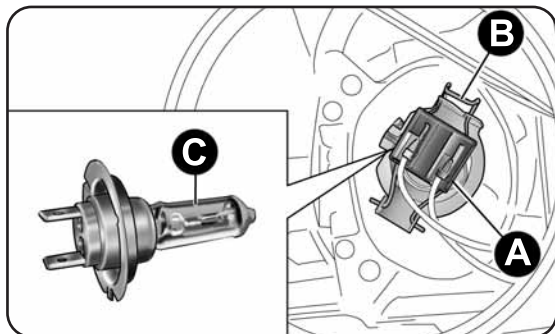

fig. 133
- extraire le connecteur A-fig. 133, exercer une pression sur l'avant de la languette B et la décrocher en la poussant vers l'intérieur du véhicule ;